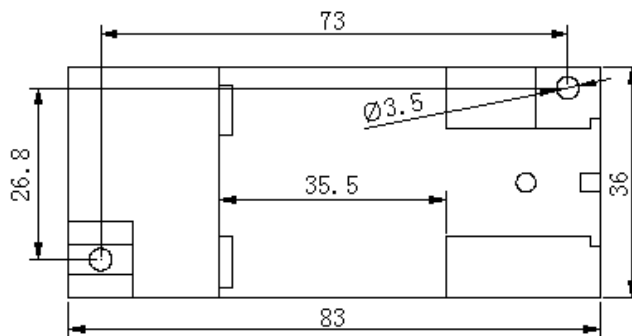

图 5 安装尺寸图
产品采用 DIN35 导轨式安装或螺钉固定安装, 其安装尺寸如图 5 所示(单位 mm)。
- ① 把变送器固定卡槽一侧勾在安装导轨上;
- ② 向下牵动弹簧销;
- ③ 使变送器卡口套在安装导轨上;
- ④ 松开弹簧销, 变送器卡在安装导轨上。
- ① 按图 5 所示的螺孔位置在固定板上打直径为 4mm 孔;
- ② 使用 $\Phi 3$ 的螺钉插入孔中固定。